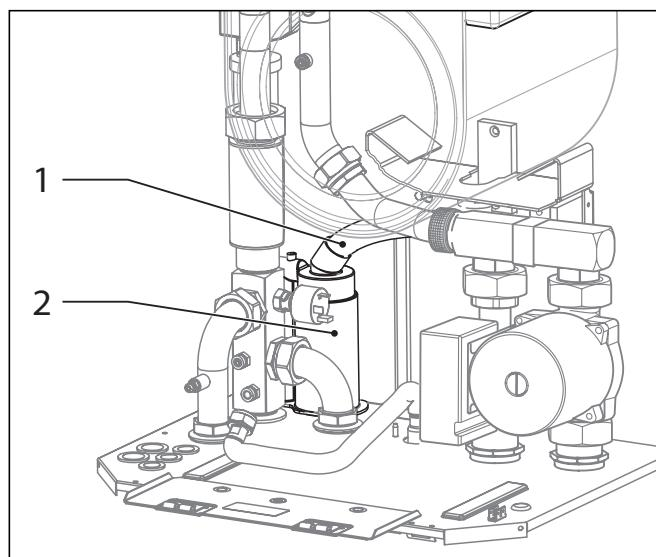

Fig. 7.5 Curățarea căilor pentru apă din condens (1)
Pentru spălarea schimbătorului primar de căldură, vă puteți folosi de ajutorul cotului de racord și al țevii ondulate. Detaşați acestea piese de pe sifon (2, fig. 7.5) și lăsați clema și cotul de racord pe schimbătorul primar de căldură.
În scopul curățării căilor pentru condens, se pot demonta furtunul de scurgere a apei din condens de la schimbătorul primar de căldură (1, fig. 7.5) și întregul sifon pentru apă din condens (2). Cele două componente pot fi apoi curățate în stare demontată.